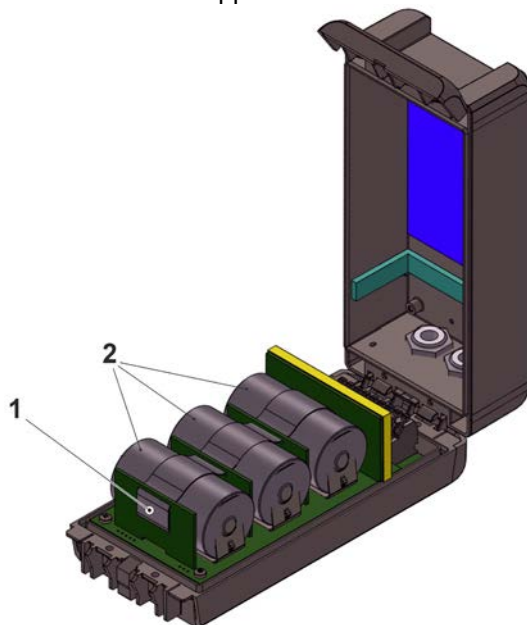

Abb. 48-1 Batterietausch
2. Ösenband (Abb. 48-1 Pos. 1) zur Sicherung der Batterien oben lösen und ggf. ausfädeln zum Entnehmen der Batterien (Abb. 48-1 Pos. 2).
3. Klettband (nicht abgebildet) zur Sicherung des Akkus lösen und Akku entnehmen (Abb. 48-1 Pos. 3).
4. Neuen Akku zwischen Trennwand (Abb. 48-1 Pos. 2) und Kunststoffstöpsel (Abb. 48-1 Pos. 4) einlegen (dieser dient zur Sicherung des Akkus gegen Verrutschen).